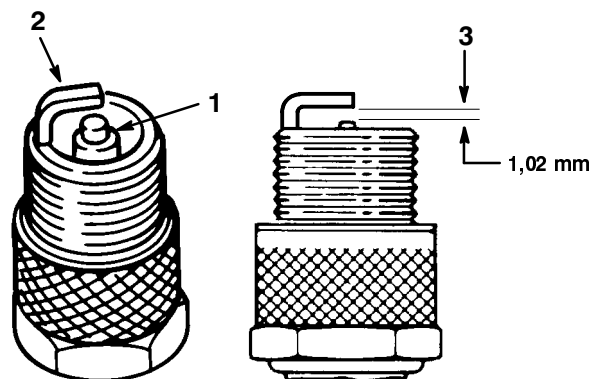

Bild 24
1. Sehen Sie sich die Mitte der Zündkerze(n) an (Bild 24). Wenn der Kerzenstein hellbraun oder grau ist, ist der Motor richtig eingestellt. Eine schwarze Schicht am Kerzenstein weist normalerweise auf einen schmutzigen Luftfilter hin.
2. Prüfen Sie den Abstand zwischen den mittleren und seitlichen Elektroden (Bild 24). Verbiegen Sie die seitliche Elektrode (Bild 24), wenn der Abstand nicht stimmt.